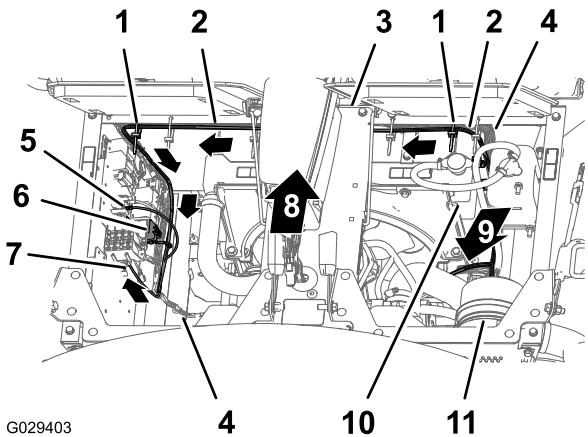

Bild 11
3. Verlegen Sie den Motorraumzweig (197 cm) des Kabelbaums nach unten entlang der linken Seite des Kühlers und über die Unterseite, über die Oberseite des Kühlers und unter der Elektrikplatte (Bild 11).
4. Befestigen Sie den Kabelbaum für das Finishingkit mit zwei Kabelbinden am Kabelbaum für die Maschine, wie in Bild 11 abgebildet.